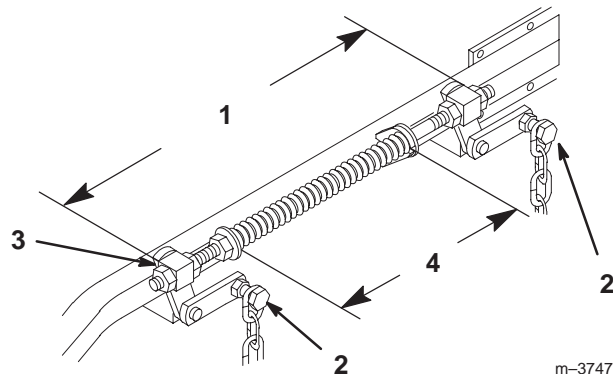

Figure 63
4. Relevez le plateau de coupe en position de transport et détendez les deux grands ressorts de levage du plateau en desserrant l'écrou situé devant chaque ressort (Fig. 63).
6. Desserrez les quatre (4) boulons de chaîne supérieurs dans les fentes. Vérifiez la longueur des ensembles tige/pivot. Il doit exister un écart de 496 mm (19-17/32") entre l'extérieur du pivot arrière et l'extérieur du pivot avant (Fig. 63). Vérifiez que les quatre pivots bougent librement dans les trous.
2. Les ressorts sont comprimés pour obtenir un écart de 260 mm (10-1/4") entre les deux grandes rondelles (Fig. 63).
3. Tournez l'écrou devant chaque ressort pour obtenir le réglage voulu (Fig. 63). Tournez l'écrou dans le sens horaire pour raccourcir le ressort et dans le sens anti-horaire pour l'allonger.